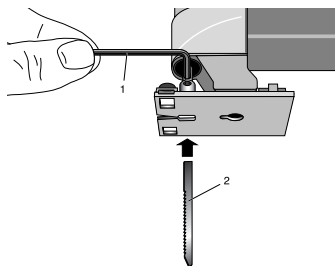

Fig. 2
1. Klemmschraube mit Hilfe des beiliegenden Innensechskantschlüssels 1 (Fig. 2) lösen.
2. Sägeblatt (2) in den Schlitz der Sägeblattaufnahme einführen und Klemmschraube wieder festziehen.